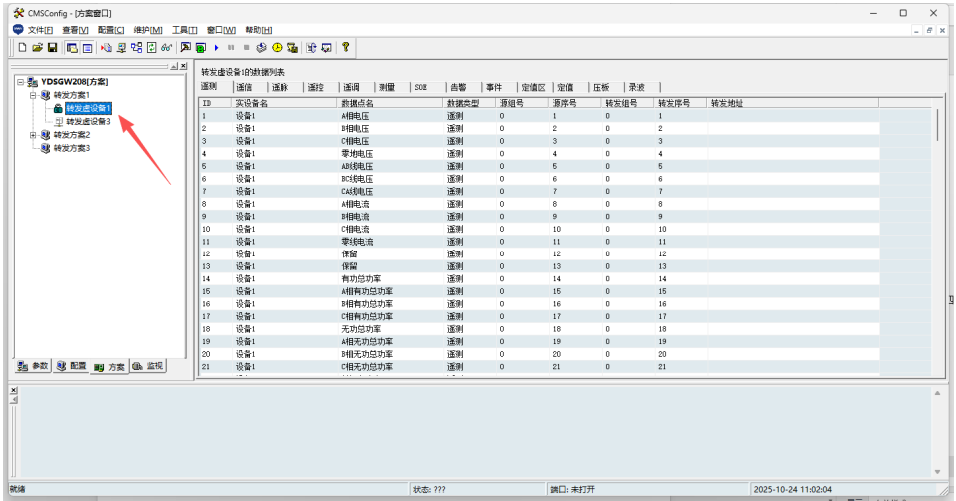

图 5-42 修改转发数据表
- 修改转发数据表：点击转发树的三级转发虚设备节点（图标 ），转发窗口显示该设备的转发数据列表（以“转发虚设备 1”为例），如图 5-42 所示。
在转发窗口中，点击鼠标右键，出现图 5-42 所示的弹出菜单，可增加条目、删除条目、重排序号（“ID”和“转发序号”从 1 开始顺序加 1）、本列等值（本列所有条目等于当前行的当前列的值）、选中等值（本列选中条目等于当前行的当前列的值）和智能编辑（支持对“转发组号”、“转发序号”、“转发地址”的编辑）。